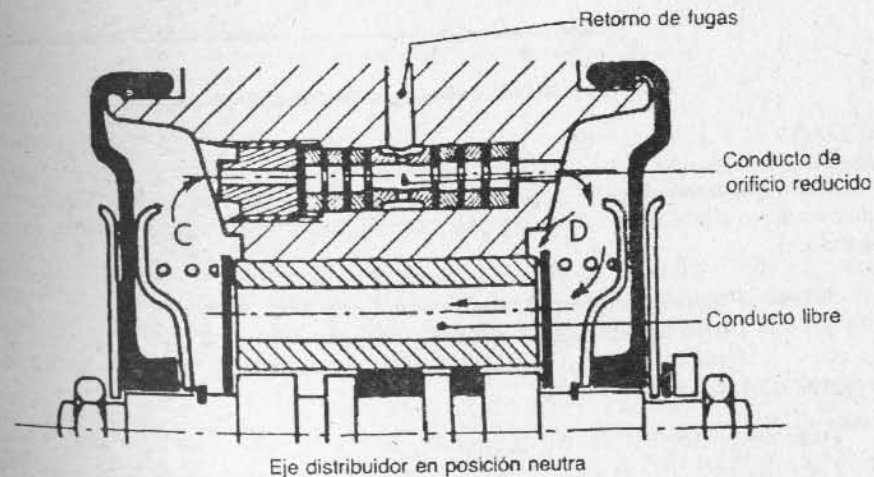

Fig. 1-21.— Detalles del corrector de altura GS y CX
Desplazamiento del distribuidor de "neutro a escape": Cuando el eje del distribuidor es solicitado, tiende a separarse de su posición central "neutra". La válvula de la cámara (C) queda cerrada, mientras la de la (D) se abre, por el regreso del eje distribuidor (Fig. 1-21).